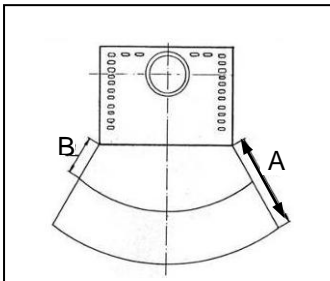

Fig. 2
Per gli elementi costruttivi, i mobili e i tessuti di arredamento infiammabili situati nella zona di irraggiamento della stufa è necessario rispettare una distanza minima di **80 cm** (A), misurati dal bordo anteriore dell'apertura del focolare. La distanza di sicurezza si riduce ai **40 cm** (B) qualora di fronte all'elemento sia installata una protezione areata (v. fig. 2).